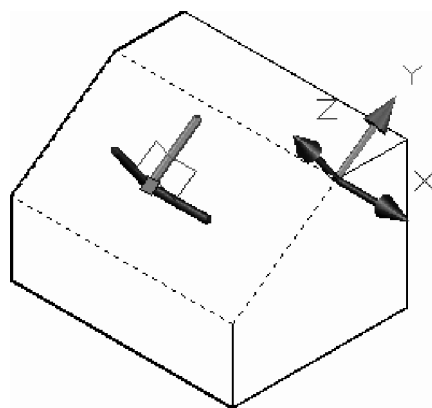

Fig. 8.52 Alinierea UCS-ului dinamic la o față a obiectului
- dacă se execută clic pe una dintre fețele obiectului și dacă butonul **DUCS** din bara de stare este activat, *UCS*-ul dinamic este atașat temporar feței respective; la fel și pictograma de deplasare – vezi Fig. 8.52.